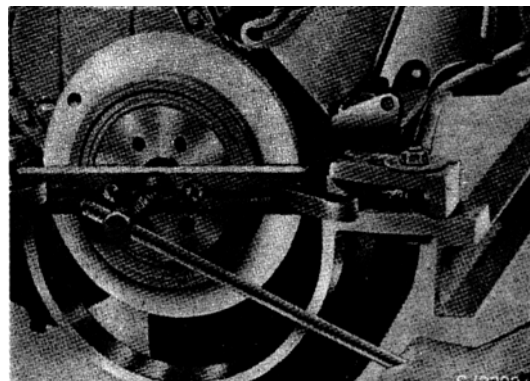

РИС. 23
- 3) Установите съёмник 312 589 0933 на ступице демпфера колебаний и закрепите зажимное приспособление двумя болтами М 10х70. Снимите демпфер колебаний (рис.23).